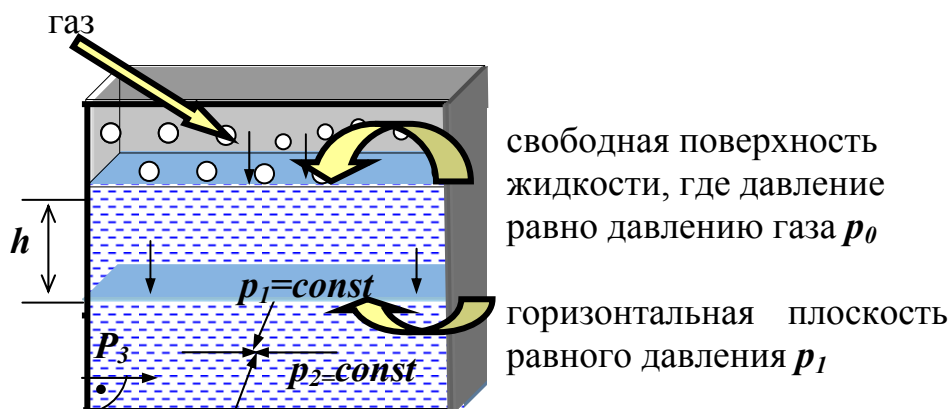

Рис.3
**Для плоских поверхностей сила давления всегда перпендикулярна поверхности** (Рис.3, 3е свойство давления).